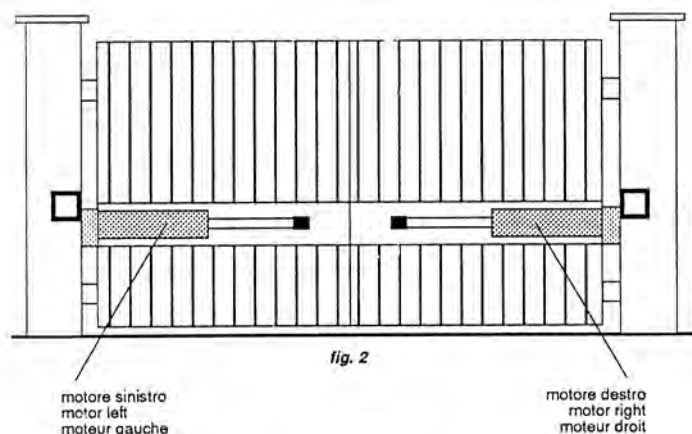

fig. 2
- Il tipo di motore DX o SX viene stabilito guardando il cancello dall'interno (fig.2).
- Right and left motors are established watching gate from inside (fig.2).